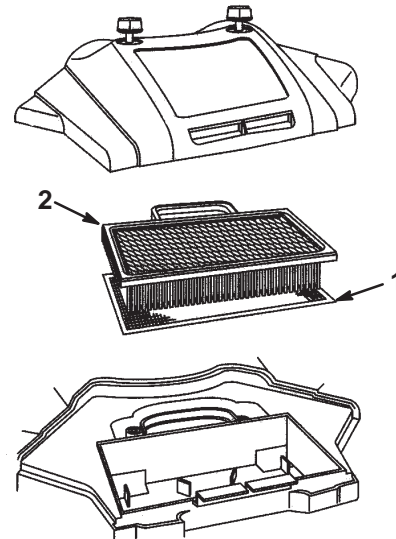

Figure 34
4. Sortez la cartouche en papier et l'élément en mousse (Fig. 34).
1. Elément en mousse (Fig. 34) :
2. Elément en papier (Fig. 34) :
3. Reposez le couvercle du filtre à air et les boutons (Fig. 34). Serrez solidement les boutons.